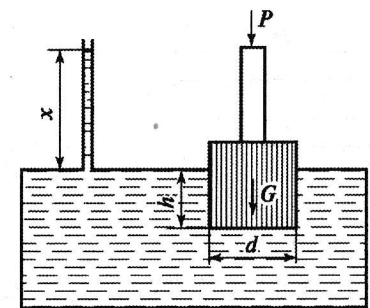

Рис. 2.21
**Задача 2.22.** Вследствие опускания поршня весом  $G$  в закрытый резервуар под действием силы  $P$  жидкость поднялась в пьезометре на высоту  $x$  (рис. 2.21). Определить величину  $x$ , если  $P = 300 \text{ Н}$ ;  $G = 200 \text{ Н}$ ;  $d = 0,1 \text{ м}$ ;  $h = 0,4 \text{ м}$ ;  $\rho = 1000 \text{ кг/м}^3$ ;  $g = 10 \text{ м/с}^2$ .